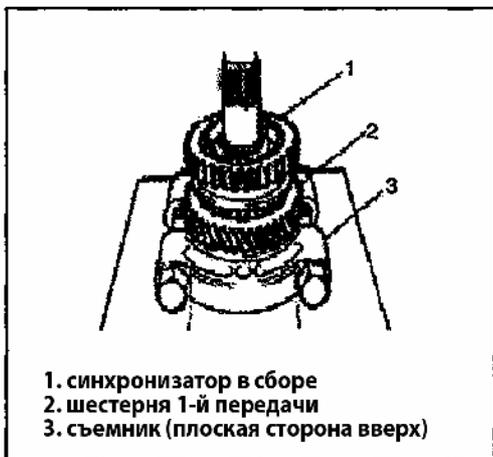

Рис. 379
- 5) Снимите шестерню 1-й передачи при помощи съемника, снимите синхронизатор вместе с шестерней при помощи зажима (Рис. 379).